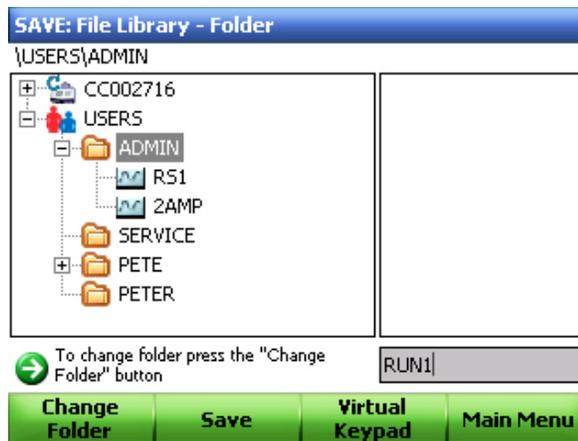

Figura 36. Introdução de um nome de protocolo.
3. Clique em **Edit Filename** (Editar nome de ficheiro) (F1). Digite um novo nome na caixa e clique em **Save** (Guardar) (F2) (Figura 36).